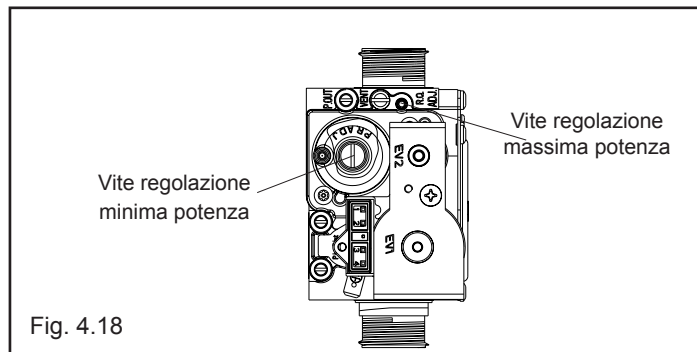

Fig. 4.18
- Verificare il valore di CO₂: (tabella 5) se il valore non risultasse conforme a quanto riportato in tabella agire sulla vite di regolazione del max della valvola gas (fig. 4.18)
- Verificare il valore di CO₂: (tabella 6) se il valore non risultasse conforme a quanto riportato in tabella agire sulla vite di regolazione del min della valvola gas (fig. 4.18)